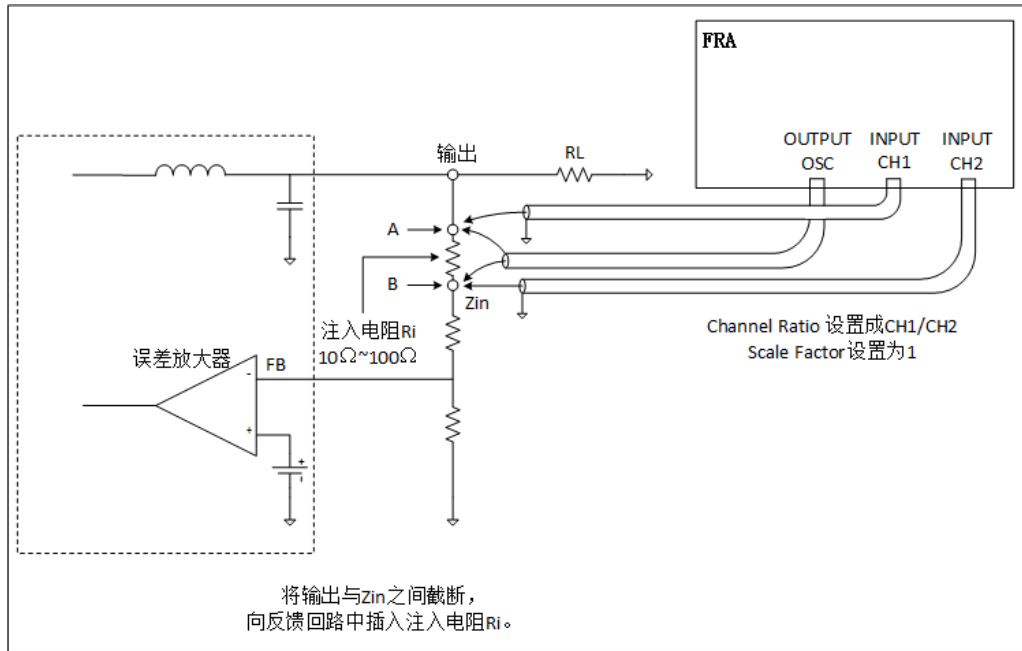

图 1.11 环路增益测试连接图
环路增益测试典型连接方法如图 1.11 所示。
3. 注入信号幅度越大，测试灵敏度越高，但一般不超过电源输出电压的 5%。过大的注入幅度将使回路进入非线性状态，导致测量误差。可以一边调节 FRA 的 OSC 输出幅度和频率，一边通过示波器测试图 1.11 中 A、B 两点的波形。测试波形 (叠加有开关噪声) 如图 1.13 所示，表明回路处于线性状态；波形如图 1.14 所示，信号有大的失真，表明回路处于非线性状态，需要减小注入信号幅度。
通道比 (Channel Ratio): 设置为 CH1/CH2 时, 实际测量的幅度比为 CH1/CH2, 相位差为 CH1-CH2; 设置为 CH2/CH1 时, 实际测量的幅度比为 CH2/CH1。相位差为 CH2-CH1。环路增益模式 (Loop Gain) 模式下, 按图 1.11 连接时, Channel Ratio 应设置为 CH1/CH2。